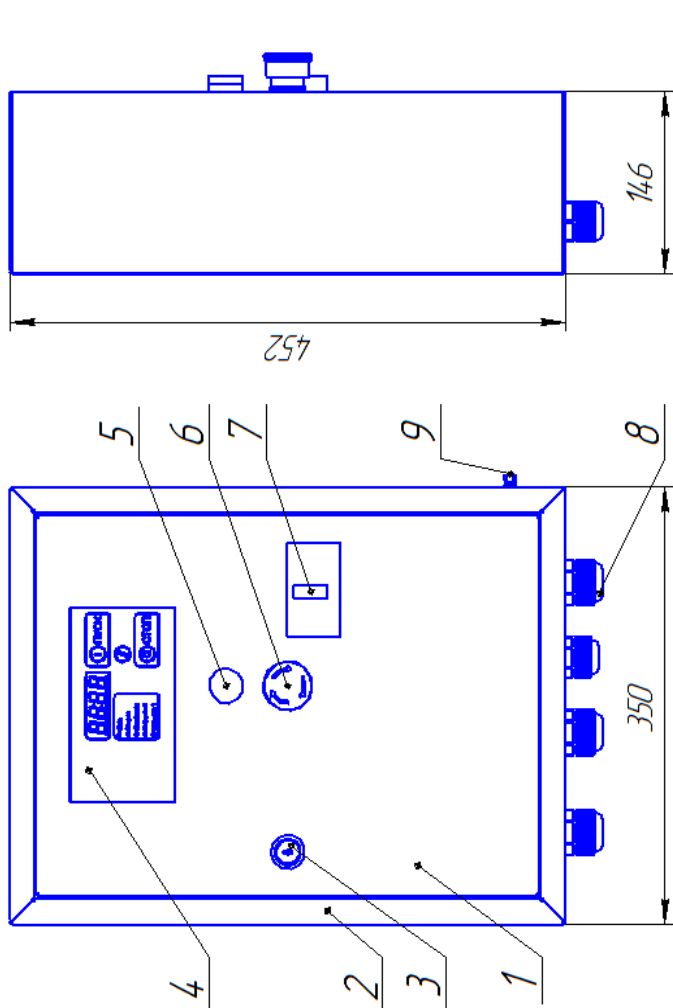

Рисунок 1 – Шкаф управления мод. БКПК-11x2
4.1 Шкаф управления (рисунок1) состоит из корпуса 2, дверцы 1 с установленными на ней элементами управления: контроллера 4 (с наличием дисплея и светодиодных индикаторов), лампочки подачи напряжения «СЕТЬ»5, кнопки «АВАРИЙНЫЙ СТОП» 6, автоматического выключателя 7.